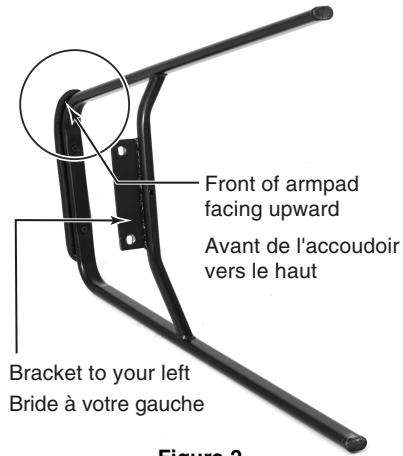

Figure 2
- Carefully place the left metal leg (C) on a **clean, non-abrasive work surface** with the front of the armpad facing upward and the bracket facing to your left, as shown in Figure 2.
- Placer avec précaution le pied métallique gauche (C) sur une **surface propre et non abrasive** avec l'avant de l'accoudoir vers le haut et le bride à votre gauche, comme illustré à la figure 2.